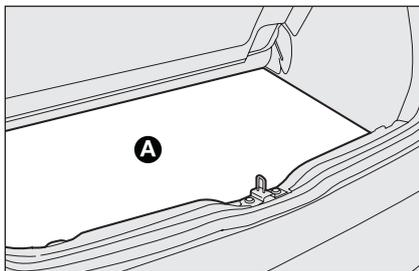

fig. 2
- soulever le tapis de la plage compartiment bagages **A-fig. 2**;